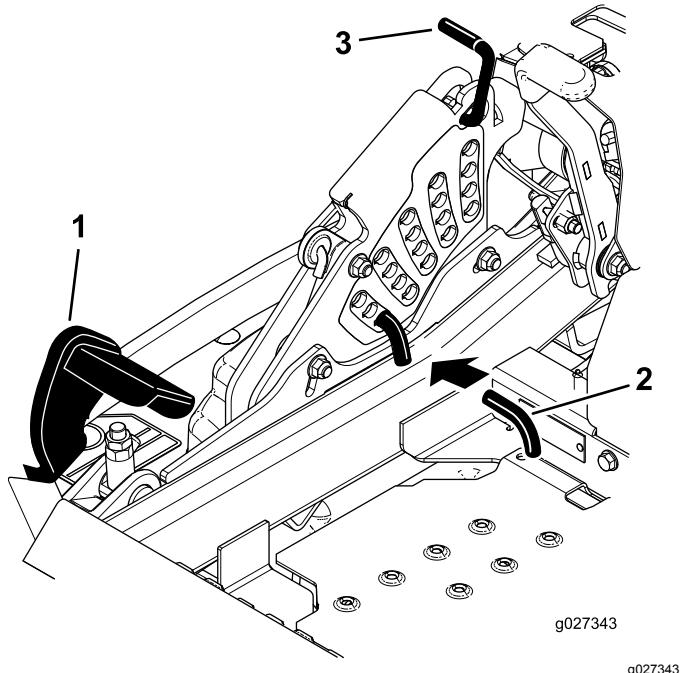

Figure 89
5. Enfoncez la pédale de relevage du tablier de coupe au maximum pour verrouiller le tablier à la position de transport de 14 cm (5½") (Figure 89).